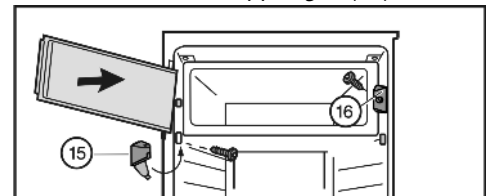

Fig. 8
- ▶ Montare l'elemento di chiusura Fig. 8 (16).
- ▶ Montare il blocco di supporto Fig. 8 (15) e chiudere il coperchio.